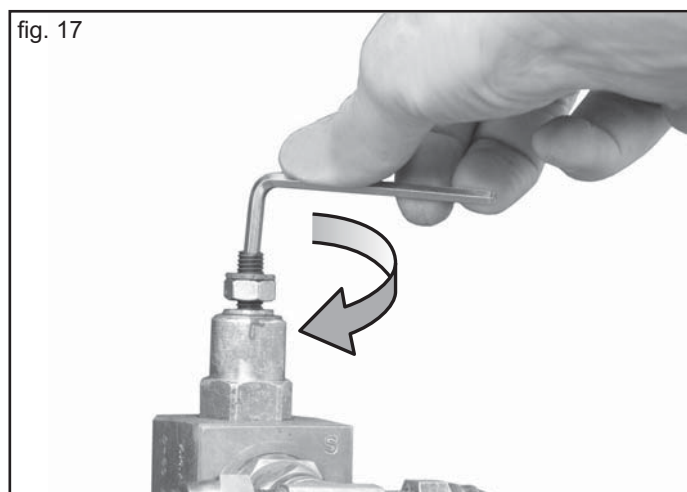

fig. 17
- 4) Posteriormente all'attrezzatura, utilizzando una chiave a brugola (nr. 4 - Fig. 17), girare molto lentamente in senso orario fino alla movimentazione dei telai.